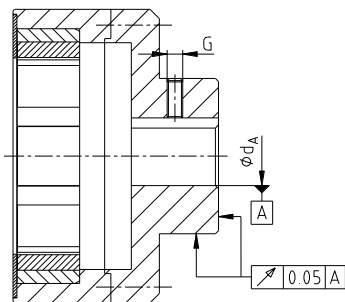

Bild 6: Rund- und Planlaufgenauigkeit an der Flanschnabe
- Bei Herstellung der Nabenbohrung durch den Kunden ist die Rund- bzw. Planlaufgenauigkeit (siehe Bild 6 und 7) einzuhalten.